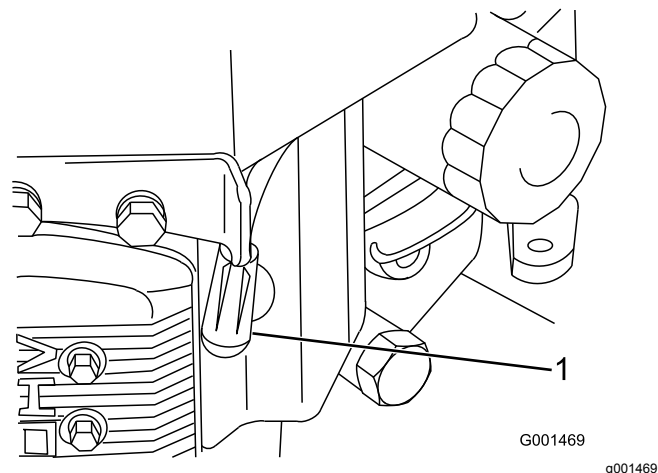

Рисунок 25
3. Отсоедините провода от свечей зажигания (Рисунок 25).